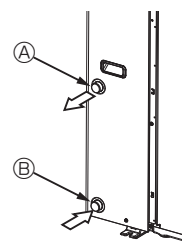

Fig. 4-1
4.1. Raccordement des tuyauteries d'eau (Fig. 4-1)
- Positionner les tuyaux d'entrée et de sortie comme le montre le Fig. 4-1.
[Fig. 4-1]